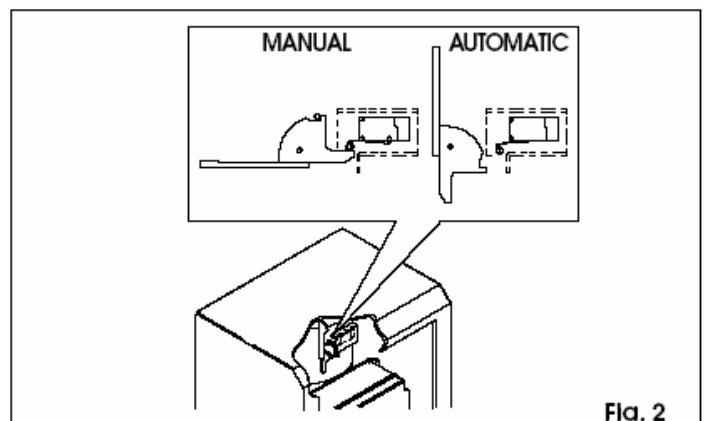

Fig. 2
- Een veiligheids-microschakelaar in het ontgrendelsysteem verhindert dat onopzettelijke impulsen die naar het automatische systeem worden verzonden, dit in werking kunnen stellen (fig. 2 ref. 7).
- Bedien de ontgrendelhendel die wordt aangegeven op fig. 2.
- Plaats de ontgrendelhendel die wordt aangegeven op fig. 2 weer terug tegen de mechanische aanslag.